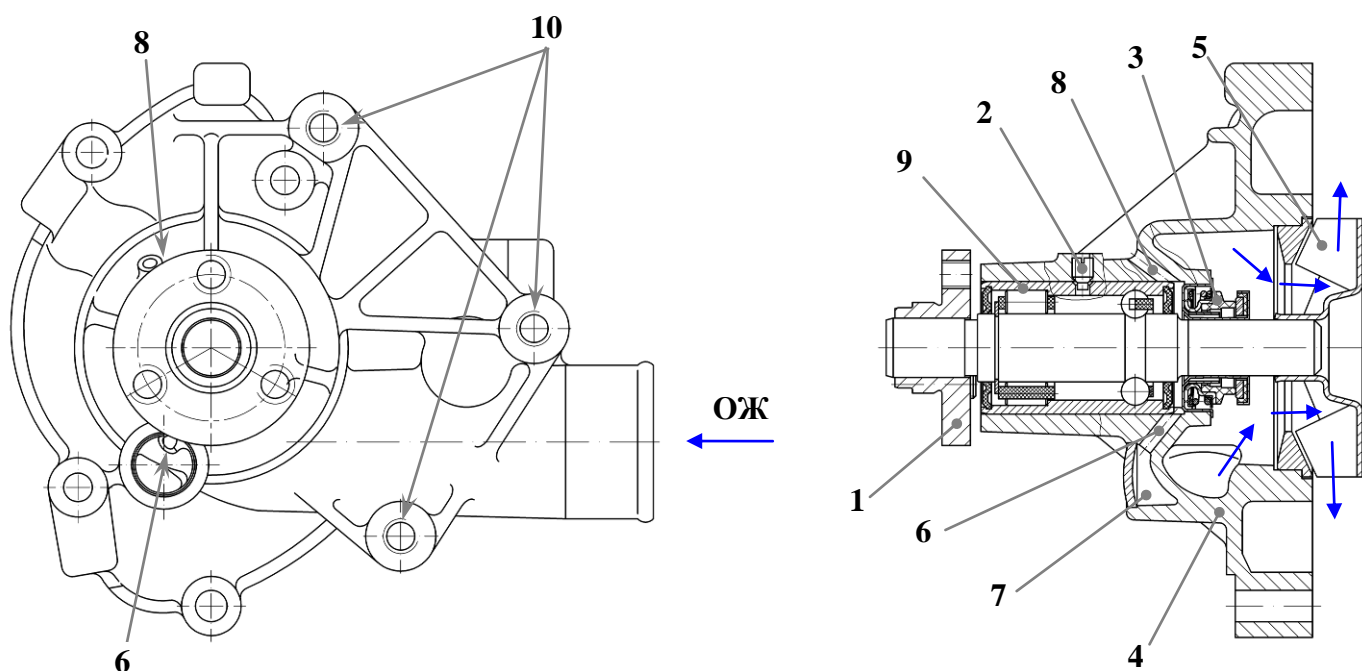

Рис.45. Водяной насос:
**Водяной насос** (рис.45) – центробежного типа, установлен на крышке цепи, подача охлаждающей жидкости насосом осуществляется в блок цилиндров двумя потоками.